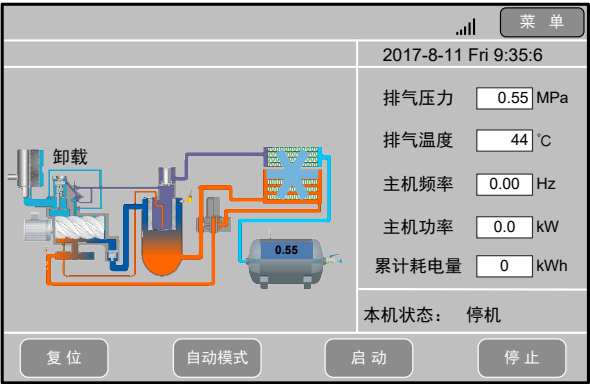

图 3-26 HMI 主页面（示意图）
在密码输入框图里面点击一下，进入图 3-26，输入密码；
- 在图 3-26 中输入正确的密码后，点击 ENT 进入图 3-27，如果输入错误点击 CR，然后重新输入。